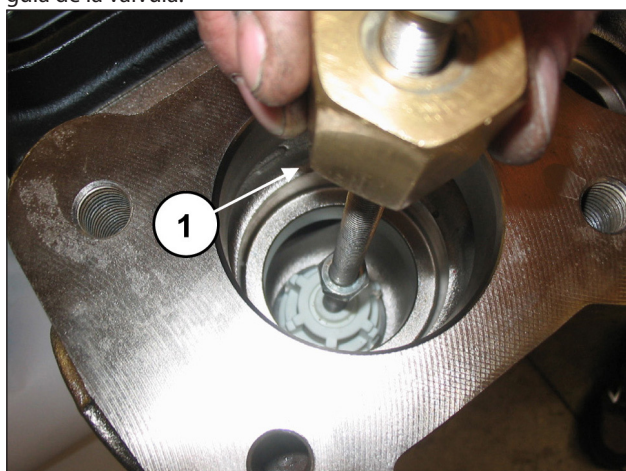

Fig. 105
Extraer el grupo válvula de aspiración aplicando un extractor de percusión (cód. 27516400) en el orificio M10 de la guía de la válvula (pos. ①, Fig. 105) o, como medida adicional, aplicar un adaptador M10-M16 (cód. 25089700) a la rosca M16 de la guía de la válvula.